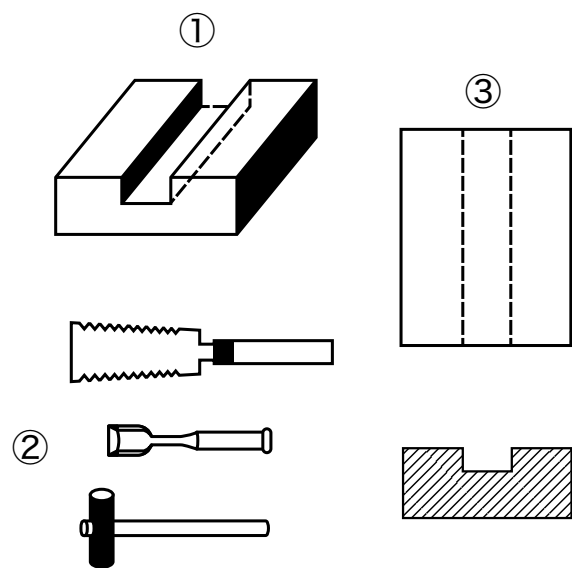

図2 ①②③
ここで注意をしなくてはならないのは、「ノコギリがノミよりも必ず先でなければならぬ。」ということですが、もしもノコギリで切れ目を入れずにノミを使えば、図2の④のように切り口が汚くなるだけでなく、ノミが安定せず上に跳ねたり深く刺さりすぎたりして安定しません。